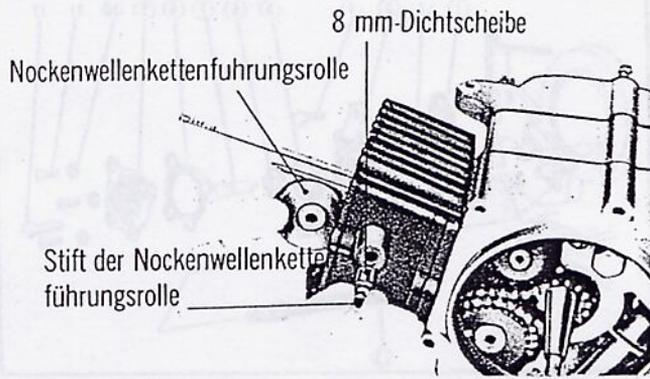

Abbildung 15
7. Den Stift der Nockenwellenkettenführungsrolle lösen und die Führungsrolle aus dem Zylinder herausziehen. (Abbildung 15)